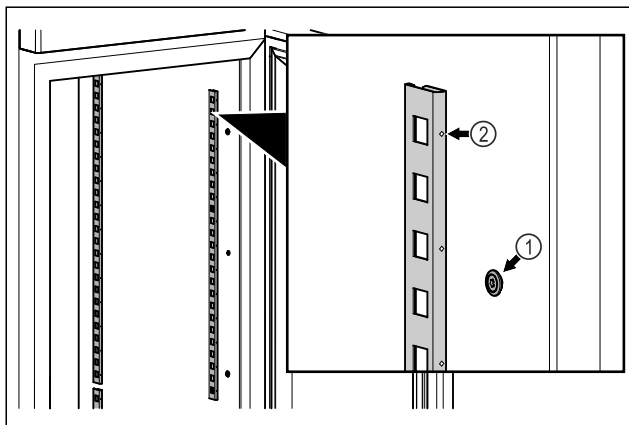

Fig. 17 Példaként szolgáló ábrázolás
- Akassza be a rögzítőléceket a felfüggesztésbe Fig. 17 (1). A jelölésnek Fig. 17 (2) előre felé kell néznie.